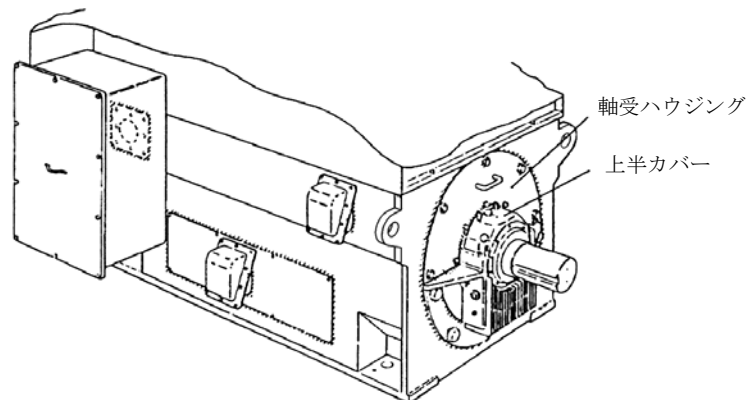

図13-11 シール剤充てん箇所
- (d) 屋外機に対しては図13-11に示す箇所(ハッチング部)に、シール剤を充てんする。